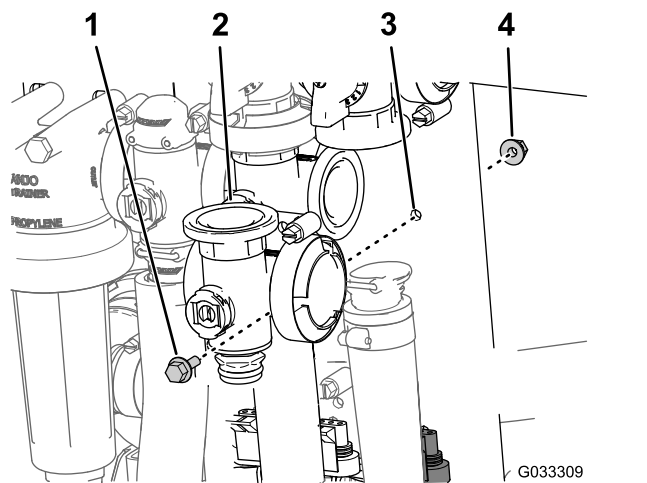

图 72
- 卸下将主喷洒臂段阀固定至阀安装座的凸缘头螺栓和凸缘锁紧螺母然后从机器中拆下阀歧管图 72。